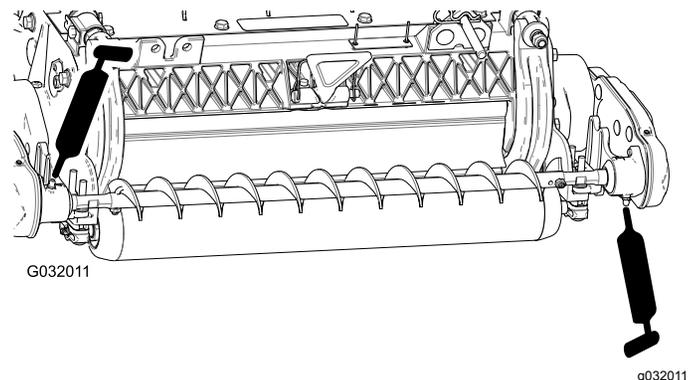

Figure 19
4. Graissez les graisseurs de chaque logement de roulement de brosse de rouleur avec de la graisse au lithium n° 2 (Figure 19). Essuyez l'excédent de graisse, en particulier autour des joints d'étanchéité.